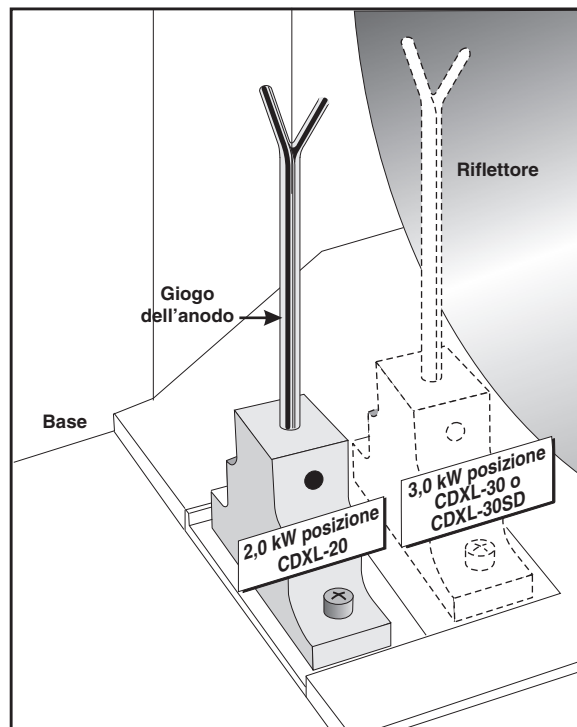

Figura 2-9 Posizione del giogo dell'anodo
- ☐ La lampada è installata con il giogo dell'anodo nella posizione corretta per il tipo di lampada. Vedere **Figura 2-9**.